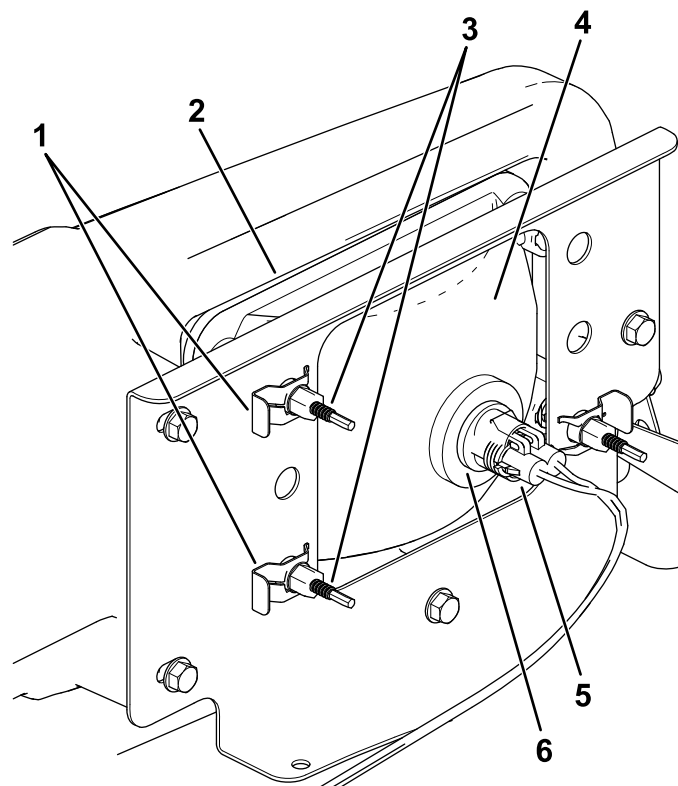

Figure 43
3. Débranchez le connecteur électrique de faisceau du connecteur du phare (Figure 43).
4. Déposez les clips rapides qui fixent le phare à son support (Figure 43).
5. Sortez le phare en le déplaçant vers l'avant à travers l'ouverture dans le pare-chocs avant (Figure 43).
6. Montez le phare neuf par l'ouverture dans le pare-chocs (Figure 43).
8. Branchez le connecteur électrique de faisceau sur le connecteur de l'ampoule (Figure 43).
5. Au dos du phare, tournez les vis de réglage (Figure 43) pour orienter le phare et aligner la position de son faisceau.